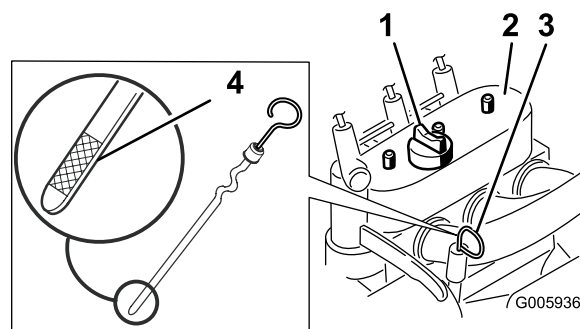

Figura 29
4. Pulite l'area intorno all'asta di livello dell'olio (Figura 29).
5. Estraiete l'asta di livello dell'olio e pulite l'estremità metallica (Figura 29).
6. Infilate fino in fondo l'asta di livello nel relativo tubo (Figura 29).
8. Se il livello dell'olio è basso, pulite l'area attorno al tappo di riempimento dell'olio e rimuovetelo (Figura 29).
13. Togliete il tappo di riempimento dell'olio (Figura 29) e versate lentamente l'80% circa della quantità d'olio specificata attraverso il coperchio della valvola.